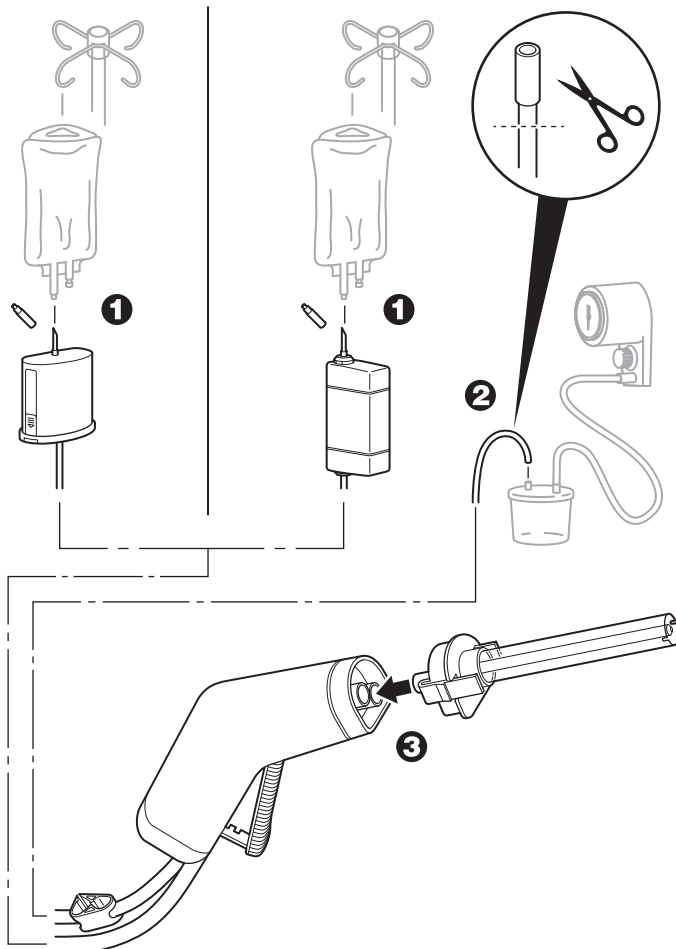

Figura 1 – Para montar la pieza de mano
- Utilizando una técnica aséptica, quite el capuchón de la espiga del tubo de irrigación de la pieza de mano, e introduzca la espiga del tubo de irrigación en el orificio aséptico pelable de la bolsa de irrigación (figura 1).